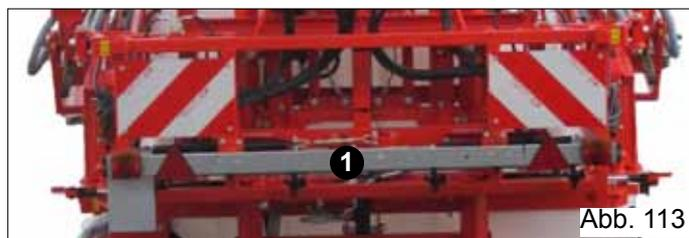

Abb. 113
Am hinteren Teil der Maschine kann ein Satz Rücklichter vorhanden sein (Abb. 113) (1), die zum Transport der Maschine auf öffentlichen Straßen erforderlich sind.